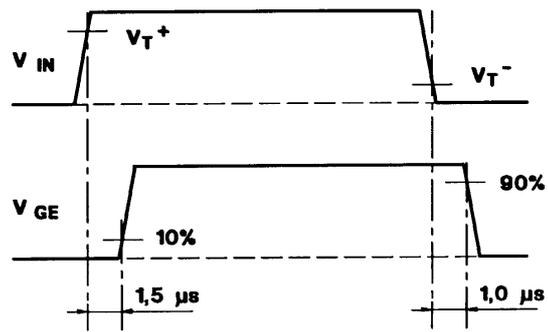

Fig. 5 Verzögerungszeiten beim Ein- und Ausschalten eines IGBTs.
2) Siehe auch Fig. 5 + 6
Fig. 5 zeigt den normalen Signalverlauf und die normalen Verzögerungszeiten vom Eingang zum Ausgang, wenn kein Fehler auftritt und ein Signal eines Zweiges auf "LOW" gehalten ist.